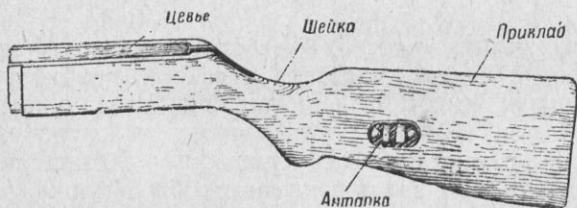

Рис. 21. Ложа
10. Ложа (рис. 21) служит для соединения частей и для удобства действия автоматом.